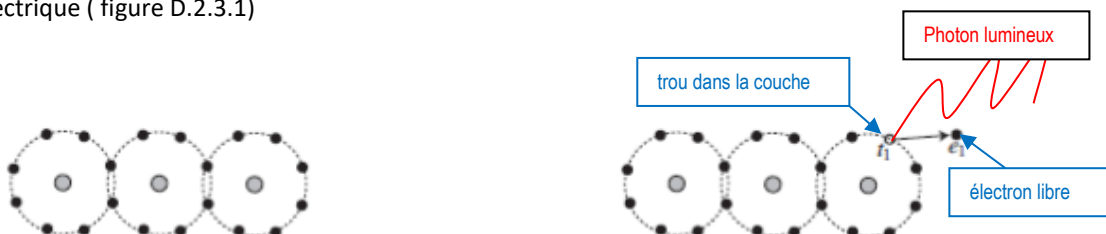

Figure D.2.3.1 : Cristal au repos : charge électrique neutre devient libre
- Ce photon lumineux communique son énergie à l'électron, qui se trouve alors éjecté de l'atome sous forme d'électron libre (de charge électrique négative) ; cela a pour conséquence de créer un manque d'électron, un « trou » sur la couche (7 électrons au lieu de 8), qui est assimilable à une charge positive (par absence de charge négative). Ce phénomène a finalement créé une paire « électron – trou »²⁵, qui peut permettre l'établissement d'un courant électrique (figure D.2.3.1)